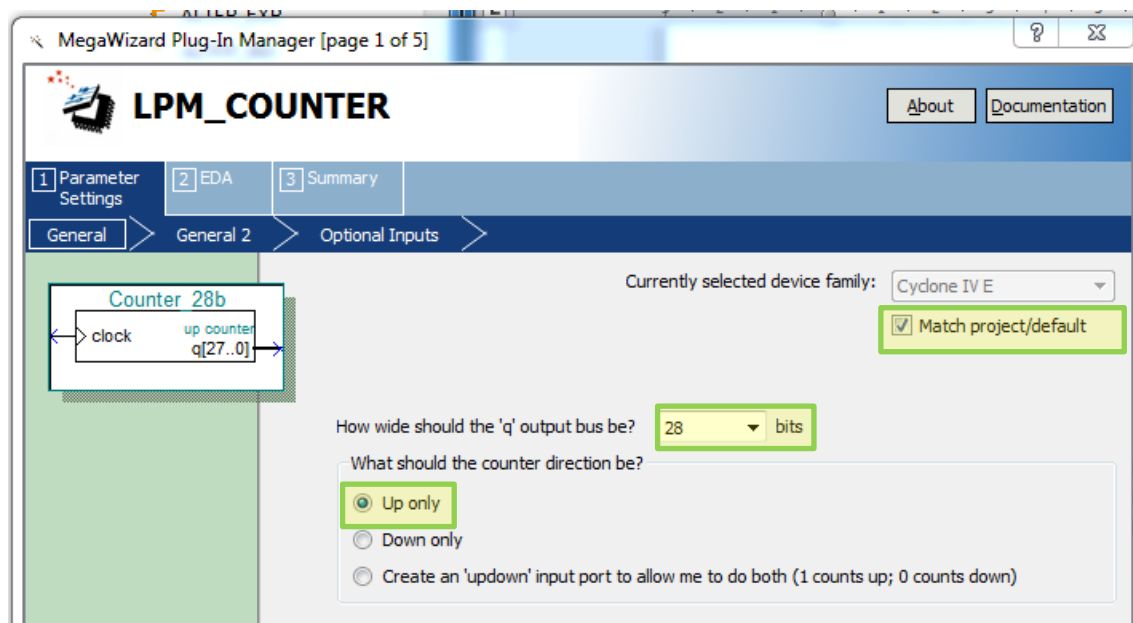

Рис. 18 Окно настройки экземпляра выбранного компонента (page 1)
4.3. В появившемся окне “**MegaWized Plug-In Manager [page 1 of 5]**” установите разрядность счетчика 28 бит (рис. 18). Выполните «Next».